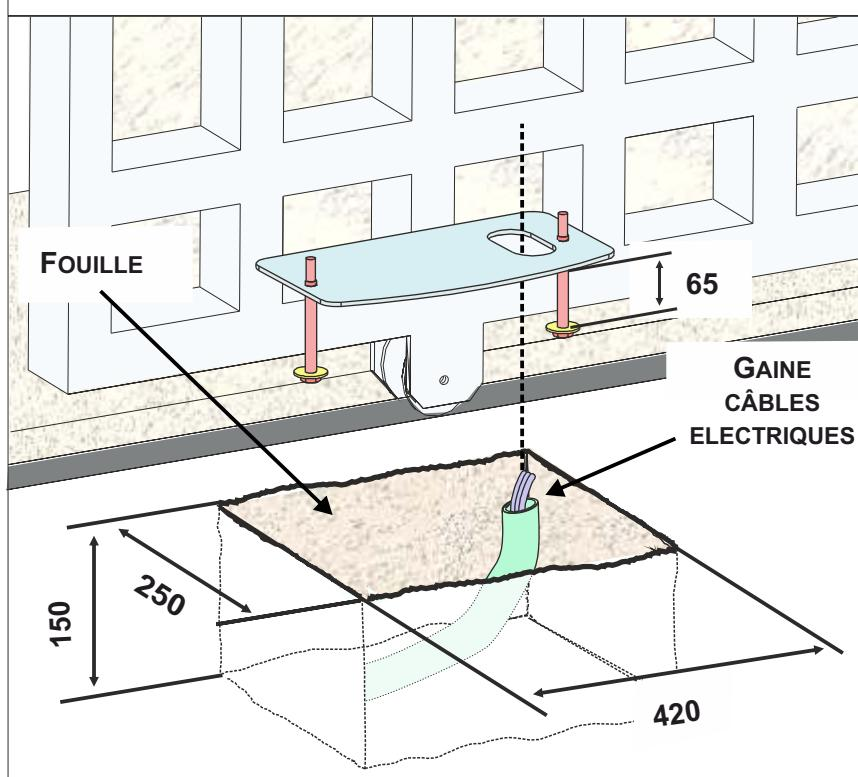

Fig. 3
- 4.1. Selon les mesures indiquées sur la Fig. 3, préparez un emplacement de béton à l'intérieur duquel la plaque de fondation sera murée, à l'aide des boulons d'ancrage